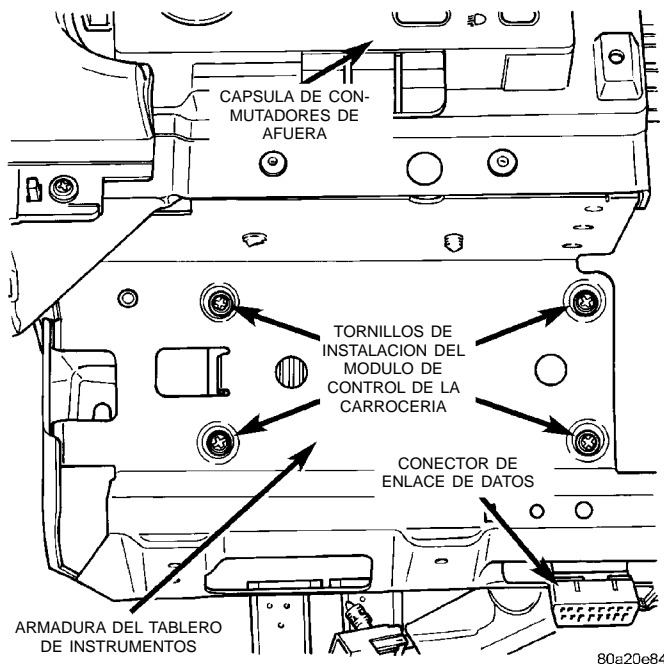

Fig. 11 Desmontaje/instalación del módulo de control de la carrocería
(1) Retire la rodillera/tapa de la columna de dirección como se describe en este grupo.
(2) Retire los cuatro tornillos debajo de la cápsula de conmutadores de afuera que aseguran el Módulo de control de la carrocería (BCM) a la armadura del tablero de instrumentos (Fig. 11).
(3) Mueva el BCM hacia la columna de dirección, lo suficiente como para desenchufar los tres conectores del mazo de cables.
(4) Retire el BCM del tablero de instrumentos.
(5) Para la instalación, invierta los procedimientos de desmontaje.